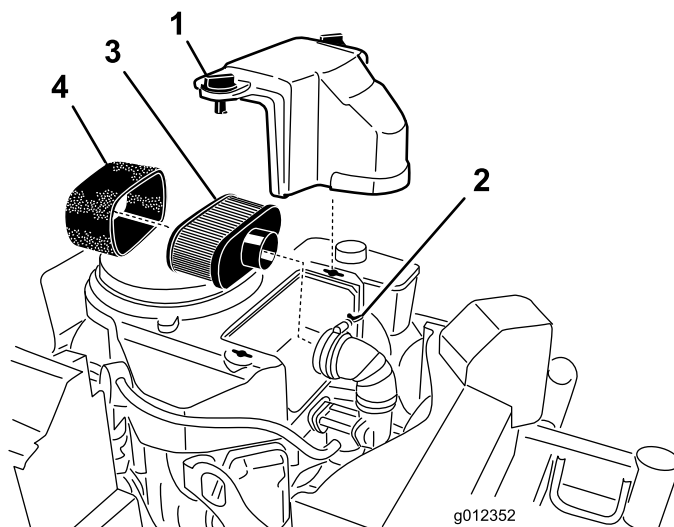

Figura 43
3. Limpie alrededor del limpiador de aire de forma que la suciedad no penetre en el motor y cause daños (Figura 43).
4. Desenrosque los pomos de la cubierta y retire la cubierta del limpiador de aire (Figura 43).
5. Desatornille la abrazadera y retire el conjunto del limpiador de aire (Figura 43).
6. Retire cuidadosamente el filtro de gomaespuma del filtro de papel (Figura 43).